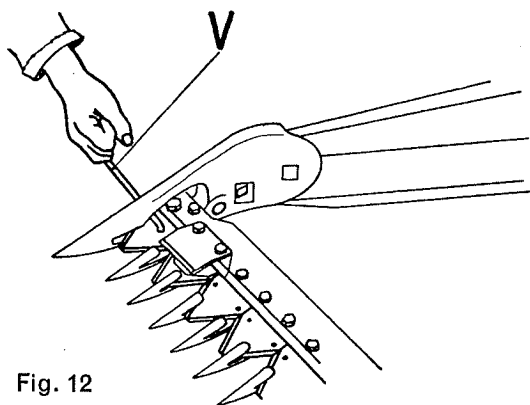

Fig. 12
9. Messerwechsel (Fig. 12)
9. Changer la lame (fig. 12)
9. Cambiare la lama (fig. 12)